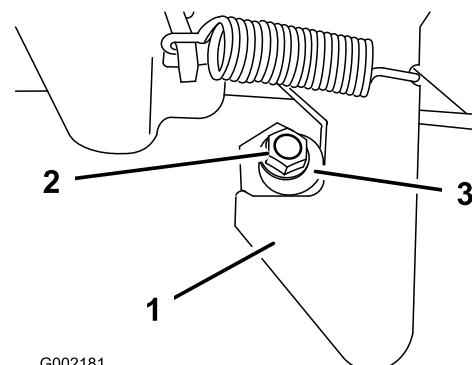

図 19
1. ラッチ・ポストの端についているナット（図 19）をゆるめる。
- ラッチ・ポストを右回りに回転させてラッチにちょうどはまるようにし、その位置でナットを締める(図 19)。